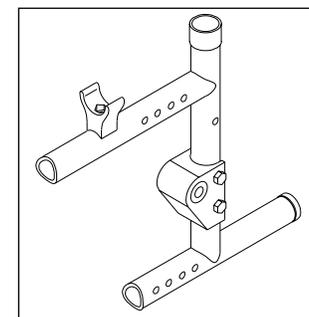

Fig. 13 Breezy
**3. Seat Height - Breezy Series Only (Fig. 13)**